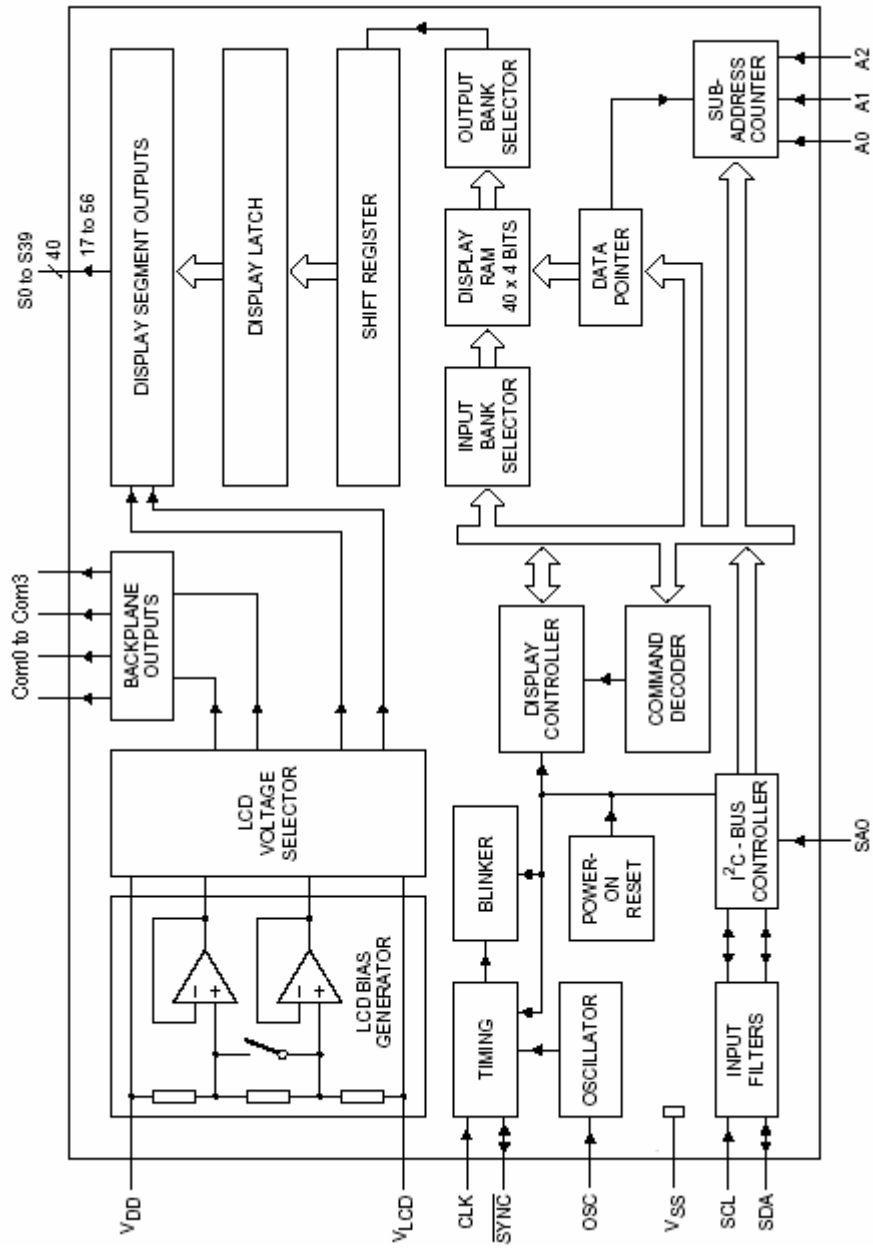

图 2
当要显示的数据传送给 BL55077 (A)后, BL55077 (A)将接收到的字节数据按照所选择的 LCD 驱动方式填充在显示 RAM 中。图 2 示出了在不同的驱动方式下 7 段显示器的显示填充顺序。